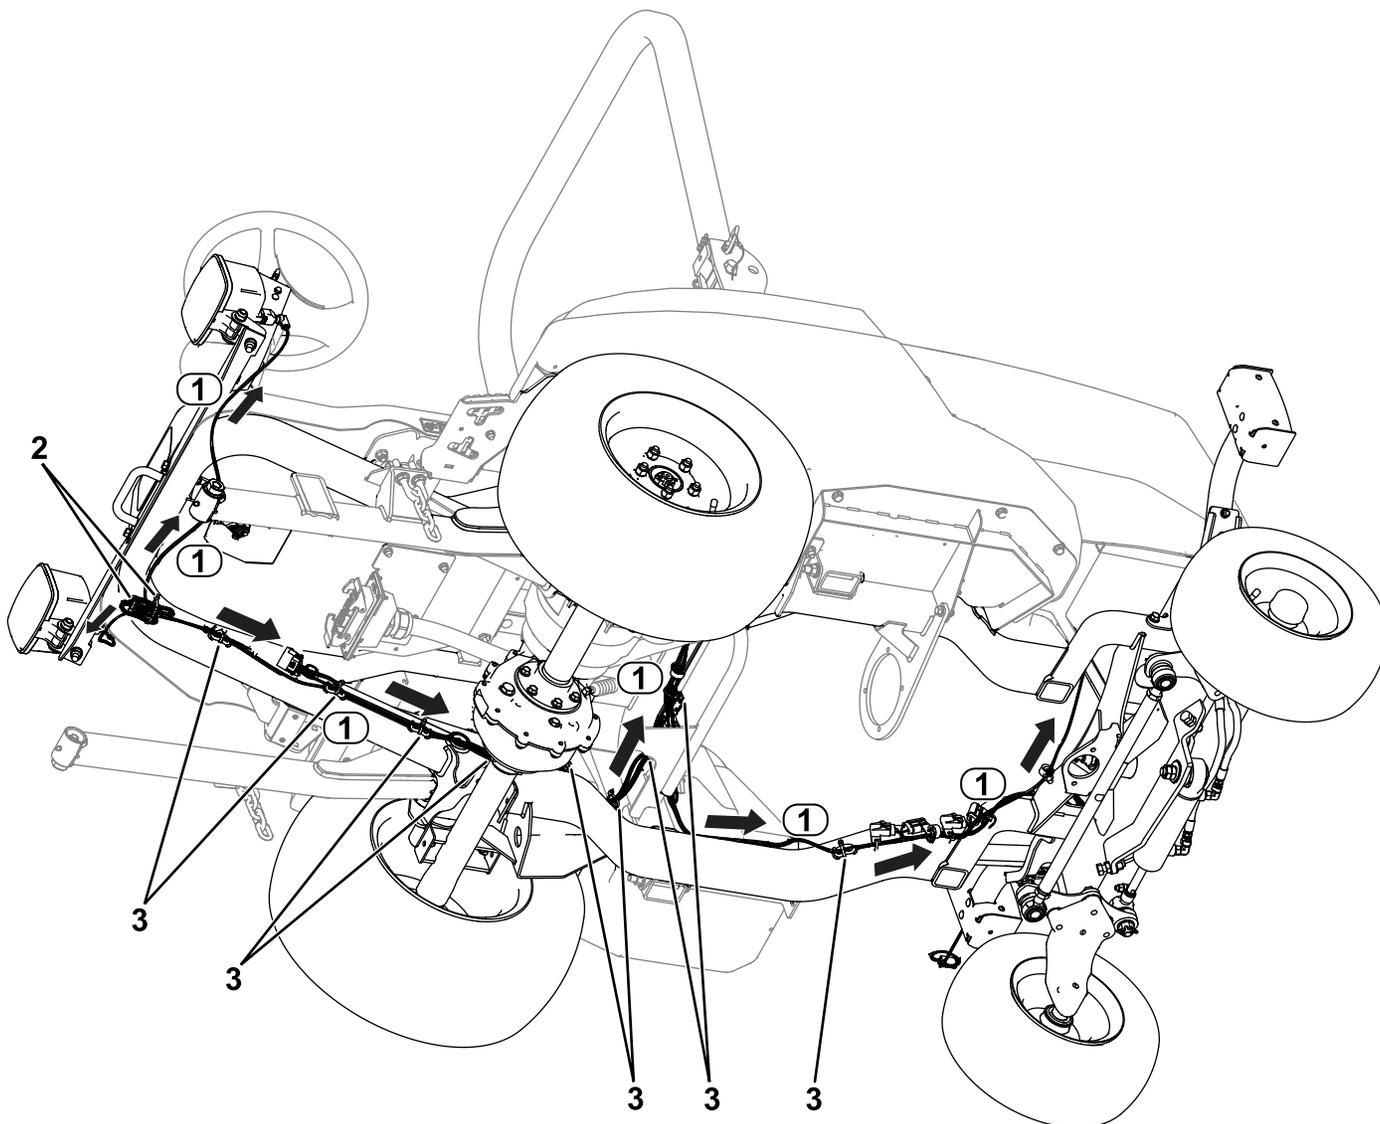

Figura 27
1. Enrute el conector del arnés de cables marcado LH HEADLIGHT (P04) hasta el lado izquierdo de la unidad (Figura 27). Conecte el arnés a la luz.
2. Enrute el conector del arnés de cables marcado RH HEADLIGHT (P05) hasta el lado derecho de la unidad (Figura 27). Conecte el arnés a la luz.
3. Enrute el conector del arnés de cables marcado LH REAR LIGHT (P01) hasta el lado izquierdo trasero de la unidad (Figura 27).
4. Enrute el conector del arnés de cables marcado RH REAR LIGHT (P02) hasta el lado derecho trasero de la unidad (Figura 27).
5. Utilice 2 bridas para enrollar la cantidad restante de arnés de cables debajo de la parte delantera de la plataforma del operador (Figura 27).
7. Conecte el conector del arnés de cables marcado LH REAR LIGHT (P01) a la luz trasera (Figura 27).
8. Conecte el conector del arnés de cables marcado RH REAR LIGHT (P02) a la luz trasera (Figura 27).
11. Instale bridas en el arnés de cables como se muestra en la Figura 27.